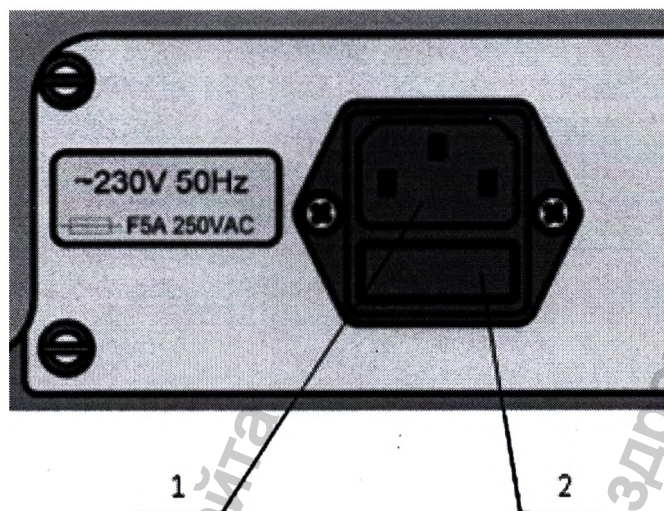

Рисунок 3. Панель питания.
9.7 При разряженных батареях вставьте один конец съёмного шнура питания в разъем 1 (Рисунок 3), а второй – в сеть питания $\sim(230\pm 23)V$, $(50\pm 0,1)$ Гц.